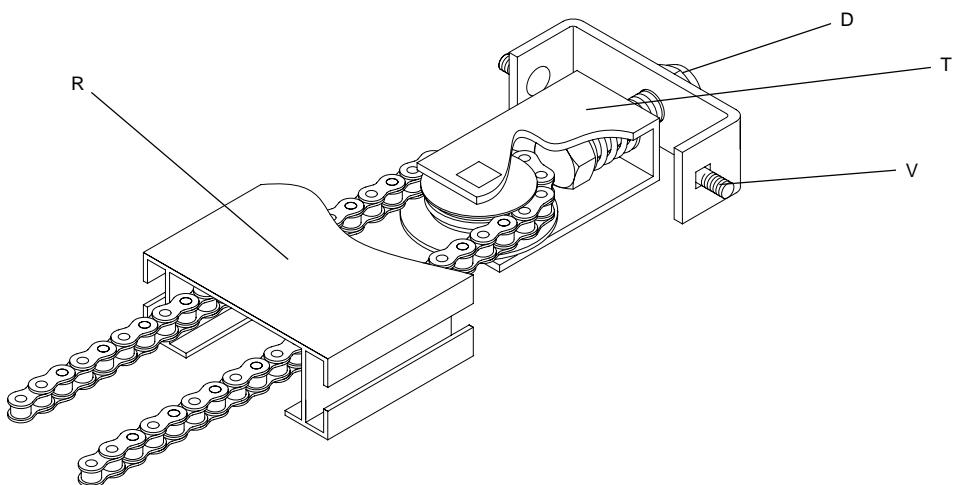
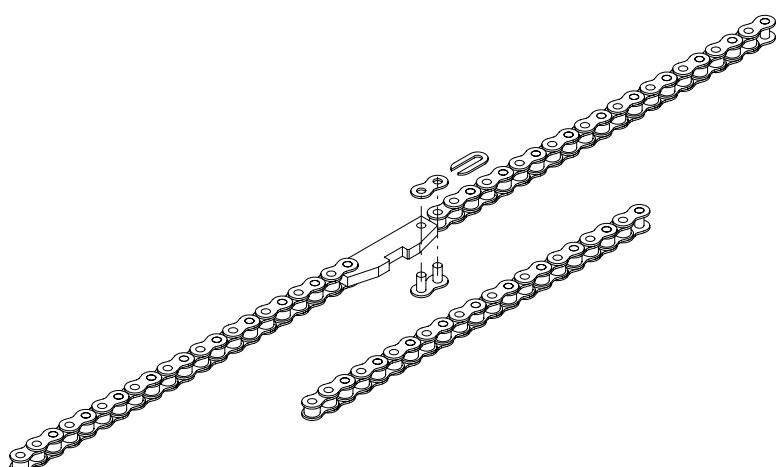

Fig.7
Fig.8
3.5 Passare la catena nel pignone del tendicatena T ed inserire quest'ultimo nella rotaia R (controllare che siano presenti le due viti V). Vedi fig. 7.
3.6 Congiungere la catena tramite il giunto già premontato (fig. 8) e tensionarla serrando il dado D (fig. 7).
3.5 Make the chain go through the chain tightener pinion T and insert the pinion into the rail R (check the 2 V screws are present). See fig. 7.
3.6 Couple the chain through the joint which has already been preassembled (fig. 8) and tension it by tightening the nut D (fig. 7).
3.5 Kette in das Ritzel des Kettenspanners T und diesen in die Schiene R einfügen (prüfen, ob die zwei Schrauben V da sind), siehe Bild 7.
3.6 Kette mittels vorangebrachten Anschlußstückes (Bild 8) zusammenfügen und sie durch Anziehen der Mutter D (Bild 7) spannen.
3.5 Passer la chaîne dans le pignon du tendeur de chaîne T et insérer ce dernier dans le rail R (contôler que les deux vis soient présentes). Voir fig. 7.
3.6 Joindre la chaîne au moyen du joint déjà prémonté (fig. 8) et la tendre en serrant l'écrou D (fig. 7).
3.5 Pasar la cadena por el piñón del tensor de cadena T e insertar este último en la guía R (comprobar que estén presentes los dos tornillos V). Véase fig. 7.
3.6 Unir la cadena mediante la presilla ya premontada (fig. 8) y tensionarla apretando la tuerca D (fig. 7).